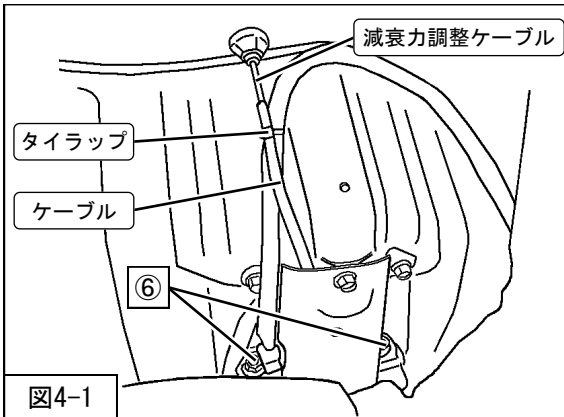
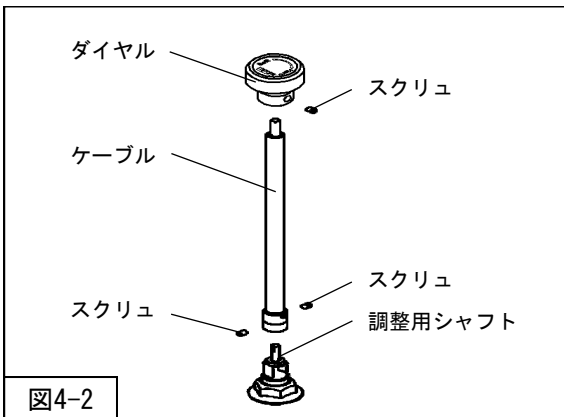

図4-1
図4-2
2. リアサスペンションASSY先端の調整用シャフトにケーブルを取付け、トランクルーム内まで通してください。（図4-1・図4-2）
3. ケーブルにダイヤルを取付け、スクリューで固定してください。スクリューの締付けは六角レンチ（1.5mm・同梱品）を使用してください。（図4-2）
4. 減衰力調整ケーブルをタイラップ（同梱品）で固定してください。（図4-1）
を車両に取付けてください。（図4-1）